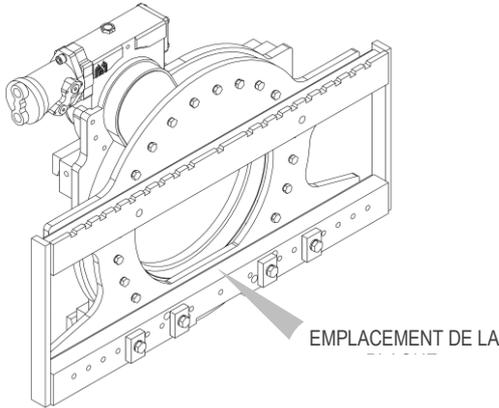
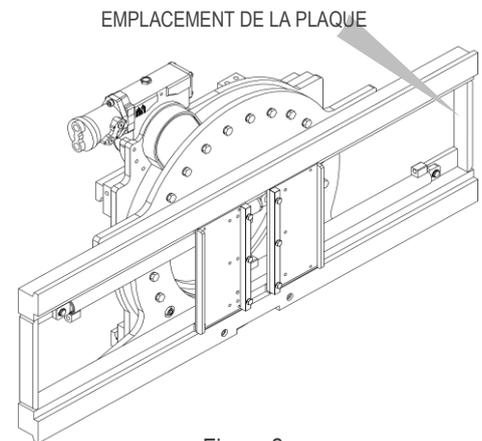
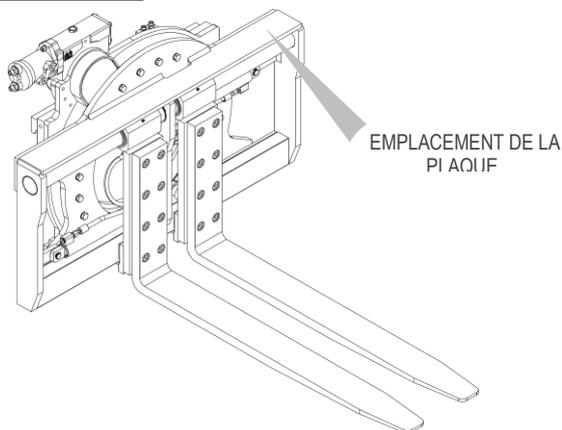

Figure 1
Figure 2
Figure 3
Tous les équipements A.T.I.B. – PLAQUE ROTATIVE À 360° TYPE 301 sont identifiés par une plaque signalétique adhésive (voir *Tableau 1*) placée sur l'équipement (la position de la plaque peut varier en fonction de l'équipement, voir *Figure 1/Figure 2/Figure 3*, pour les positions couramment utilisées). Toujours se référer au numéro de série.
À cet effet, il faut utiliser des courroies ou des chaînes de dimensions appropriées par rapport au poids de l'équipement indiqué sur la plaque signalétique (voir *Figure 1/Figure 2/Figure 3* et *Tableau 1* en p. 7).
11. Raccorder le circuit hydraulique en s'assurant que la pression de service des conduites est supérieure ou égale à la pression indiquée sur la plaque d'identification (voir *Figure 1/Figure 2/Figure 3* et le *Tableau 1* en p. 7).